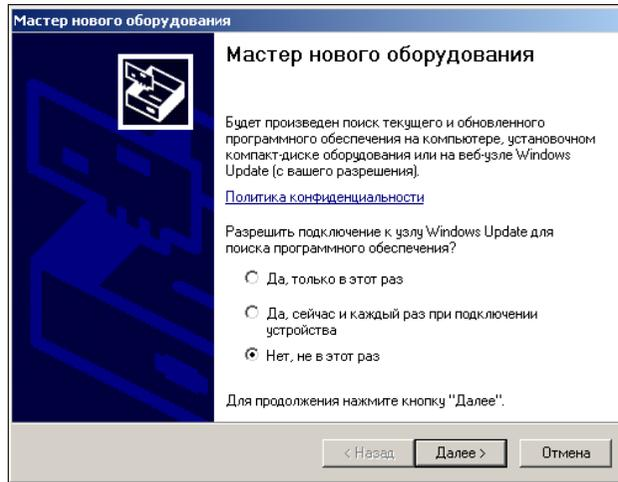

Рис. 3.9
- ♦ Как было описано выше, выберите “Нет, не в этот раз” и нажмите кнопку “Далее”, чтобы продолжить установку, рис. 3.9.